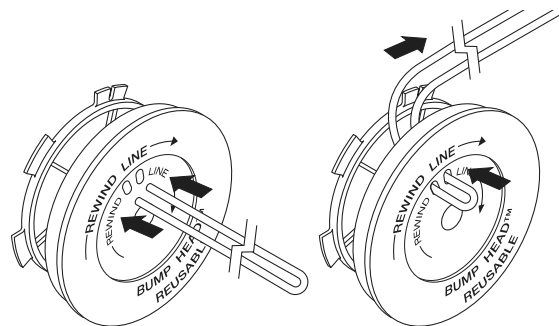

Fig. 18
6. Découpez environ 7,6 m (25 pi) de fil neuf et faites-en deux boucles de longueurs égales. Insérez chaque extrémité de fil dans l'un des deux trous du moulinet (Fig. 18). Tirez le fil à travers le moulinet pour que la boucle soit la plus petite possible.